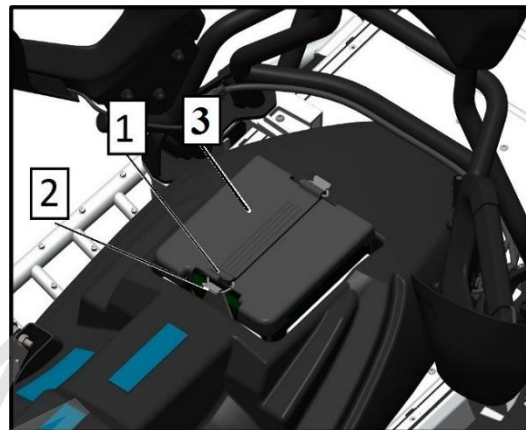

Рис. 40
3. Снимите фиксирующий резиновый ремень (поз. 1, рис. 40).
4. Снимите крышку аккумуляторного отсека (поз. 3, рис. 40).